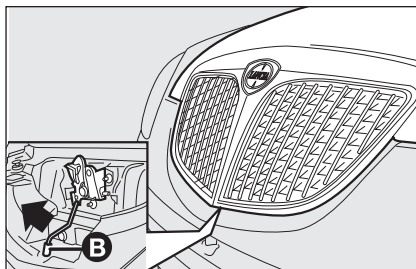

fig. 82
- spostare verso sinistra la levetta **B-fig. 82** come indicato dalla freccia;